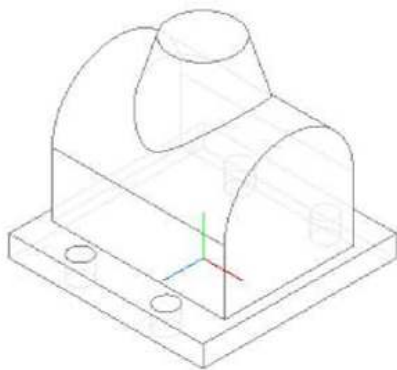

Рис. 7.28
6) Применяем к эскизу команду  **Приклеить вращением**. Способом построения должен быть **Сфероид**, а на вкладке **Тонкая стенка** установлен вариант **Нет**. Результат показан на рис. 7.28.